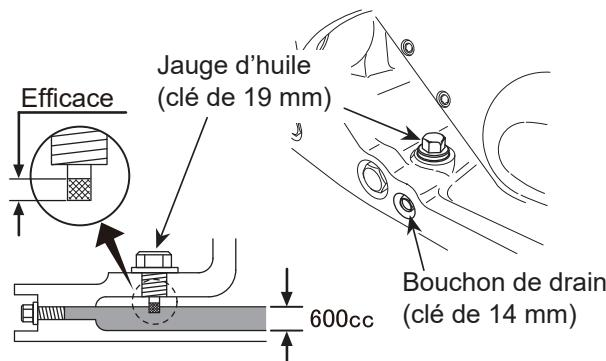

Figure 9. Vérification de l'huile du vibrateur
2. Retirez le bouchon d'huile pour vérifier le niveau d'huile du vibrateur (jauge d'huile du vibrateur) tel que montré à la Figure 9. Nettoyez la jauge d'huile et la re-fileter à l'intérieur. Enlevez encore la jauge d'huile et vérifiez que le niveau d'huile ne dépasse pas le croisillon du bouchon d'huile. **NE PAS TROP REMPLIR!**